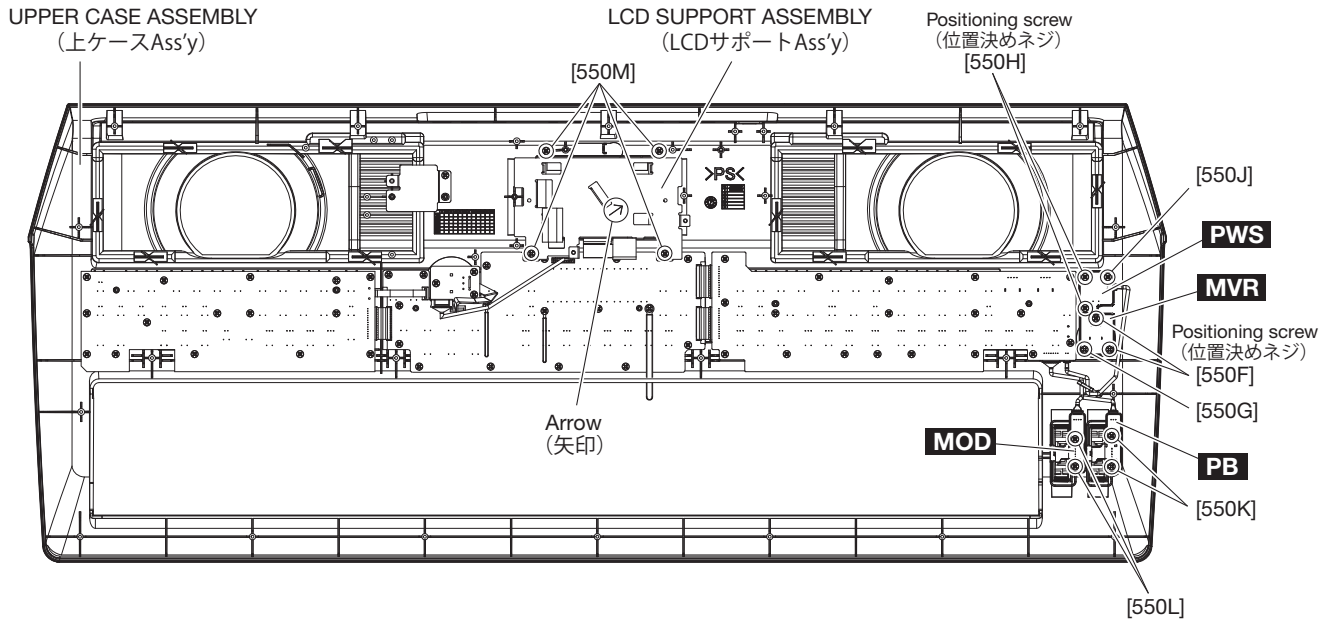

Fig. 3 (図3)
- 7-3. Remove the two (2) screws marked [550F] and a screw marked [550G]. The MVR circuit board can then be removed. (Fig. 3)
* **When installing the MVR circuit board, first tighten the two (2) screws marked [550F] and then the screw marked [550G]. (Fig. 3)**
- 8-2. Remove the two (2) screws marked [550H] and a screw marked [550J]. The PWS circuit board can then be removed. (Fig. 3)
* **When installing the PWS circuit board, first tighten the two (2) screws marked [550H] and then the screw marked [550J]. (Fig. 3)**
- 9-2. Remove the two (2) screws marked [550K]. The PB circuit board can then be removed with the wheel assembly attached. (Fig. 3)
- 10-2. Remove the two (2) screws marked [550L]. The MOD circuit board can then be removed with the wheel attached. (Fig. 3)
- 7-3. [550F] のネジ 2 本と [550G] のネジ 1 本を外し、MVR シートを外します。(図 3)
- ※ MVR シートを取り付けるときは、[550F] のネジ 2 本を締めてから [550G] のネジを締めてください。(図 3)
- 8-2. [550H] のネジ 2 本と [550J] のネジ 1 本を外し、PWS シートを外します。(図 3)
- ※ PWS シートを取り付けるときは、[550H] のネジ 2 本を締めてから [550J] のネジを締めてください。(図 3)
- 9-2. [550K] のネジ 2 本を外して、ホイール Ass'y が付いた状態で PB シートを外します。(図 3)
- 10-2. [550L] のネジ 2 本を外して、ホイールが付いた状態で MOD シートを外します。(図 3)
- 11-4. Remove the four (4) screws marked [550M]. The LCD Support Assembly can then be removed. (Fig. 3)
* **When installing the LCD Support Assembly, push and fix on arrow direction. (Fig. 3)**
- 11-4. [550M] のネジ 4 本を外して、LCD サポート Ass'y を外します。(図 3)
- ※ LCD サポート Ass'y を取り付けるときは、矢印方向に押しながら固定します。(図 3)